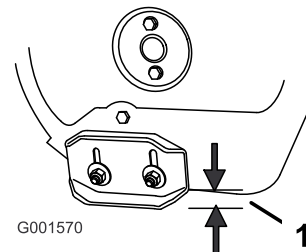

Figure 37
2. Desserrez les écrous de fixation des deux patins aux côtés de la vis sans fin jusqu'à ce que les patins puissent coulisser aisément vers le haut et vers le bas (Figure 37).